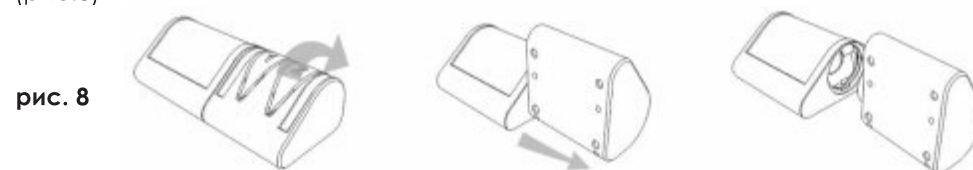

рис. 8
1. Снятие точильного блока: поверните блок по часовой стрелке и снимите его (рис.8)